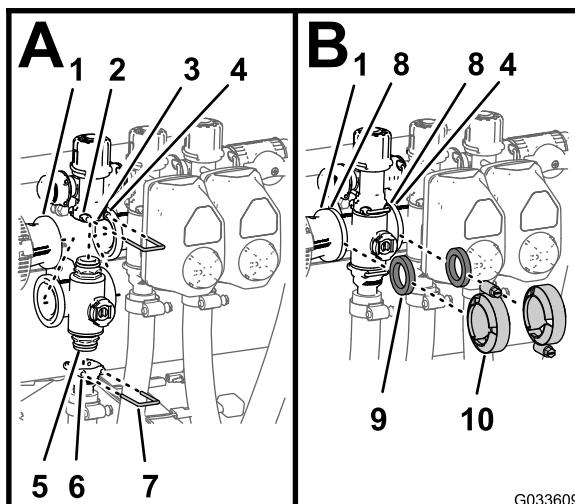

Bild 131
- Setzen Sie das obere Endkappen-Anschlussstück des Verteilerventils in das Anschlussstück des Sicherheitsventils ein (Bild 131 A).
- Stecken Sie einen Halter in die Buchse des Anschlussstückes des Sicherheitsventils, um das Endkappen-Anschlussstück am Anschlussstück des Sicherheitsventils zu befestigen (Bild 131 A).
- Montieren Sie das Auslaufanschlussstück am unteren Endkappen-Anschlussstück des Verteilerventils (Bild 131 A).
- Stecken Sie einen Halter in die Buchse des Auslauf-Anschlussstücks, um das Endkappen-Anschlussstück am Auslaufanschlussstück zu befestigen (Bild 131 A).
- Fluchten Sie eine Dichtung zwischen den Flanschen der Reduzierkupplung und dem Abschnittventilverteiler aus (Bild 131 B).
- Montieren Sie die Reduzierkupplung, die Dichtung und den Abschnittventilverteiler mit einer Klemme und ziehen sie mit der Hand an (Bild 131 B).
- den Flanschen der zwei danebenliegenden Abschnittventilverteiler aus (Bild 131 B).
8. Montieren Sie die zwei benachbarten Abschnittventilverteiler und die Dichtung mit einer Klemme und ziehen sie mit der Hand an (Bild 131 B).